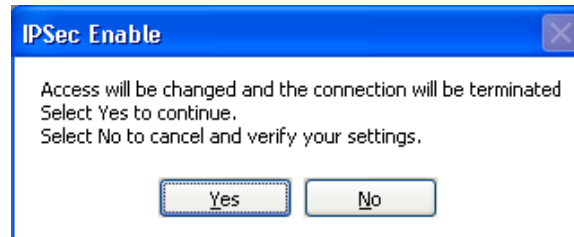

Figura 3-14 Pantalla de confirmación de habilitación IPsec
2. Para habilitar IPsec desde IPScom, desde el menú desplegable **Communication/Setup/Communication Security/IPSEC Configuration** seleccione **Enable**. IPScom mostrará la pantalla de confirmación "IPSec Enable" (Figura 3-14).